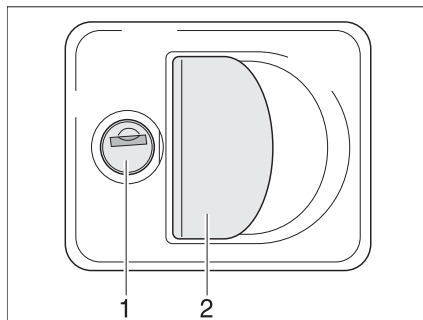

Fig. 28 Serrure du portillon avec poignée
- Insérer la clé dans le barillet (Fig. 28,1) et la tourner d'un quart de tour. La serrure du portillon est déverrouillée.
- Tirer sur la poignée (Fig. 28,2). Le portillon extérieur est ouvert.